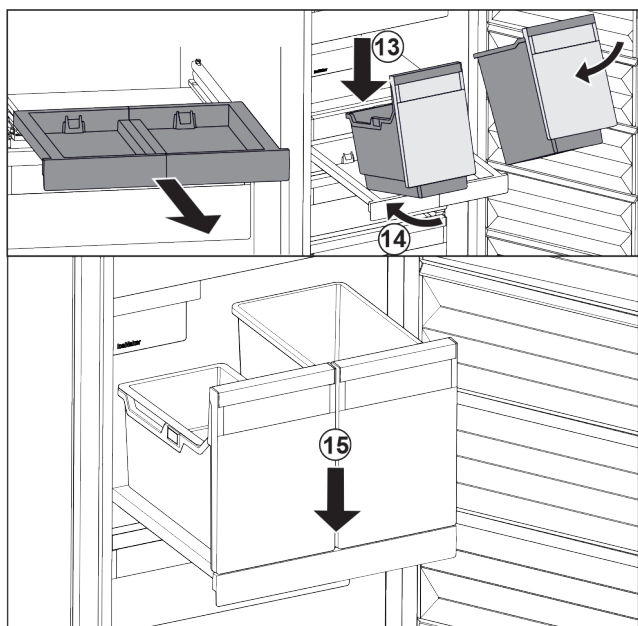

Fig. 28
- ▶ Nasadte nádobu šikmo na vysouvací desku. Fig. 28 (13)
- ▶ Zasuňte nádobu šikmo dozadu. Fig. 28 (14)
- ▶ Usadte vpředu nádobu. Fig. 28 (15)